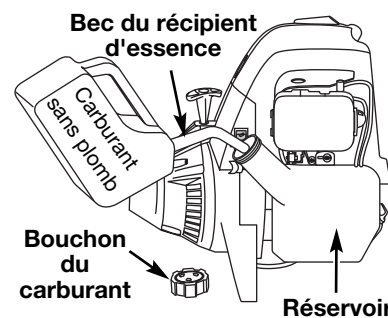
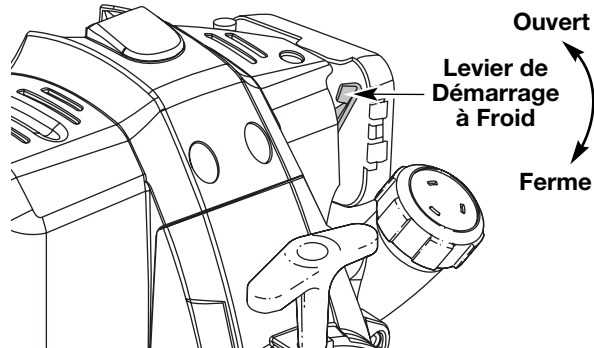

Fig. 7
Fig. 9
5. Tenez l'appareil en position d'utilisation (Fig. 7), puis positionnez la poignée de manière à assurer une prise idéale.
Servez-vous du coupe-herbe pour couper de l'herbe et des mauvaises herbes pas trop épaisses, ainsi que pour dégager les pourtours décoratifs des arbres, des clôtures, etc. Utilisez le souffleur pour nettoyer les alentours d'immeubles, de murs et de clôtures (Figs. 7 et 8), et aussi autour d'arbres, de buissons et de parterres de fleurs (Fig. 9).
1. Déposez le bouchon à essence (Fig. 7).
2. Placez le bec du récipient d'essence dans l'orifice du réservoir (Fig. 7) et remplissez celui-ci.
SI FROID... Par temps froid (sous 4°C/ 40°F), mettez le levier de démarrage à froid (Fig. 9) en position fermé et passez à l'étape 3. N'abaissez PAS ce levier si la température dépasse 4°C (40°F).